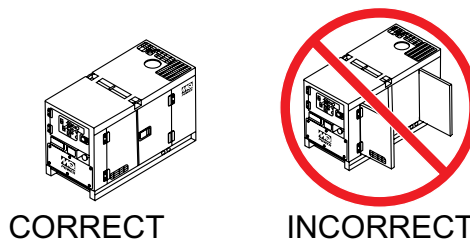

Figure 37. Portes de l'enceinte du moteur
5. Fermez toutes les portes de l'enceinte du moteur (Figure 37).